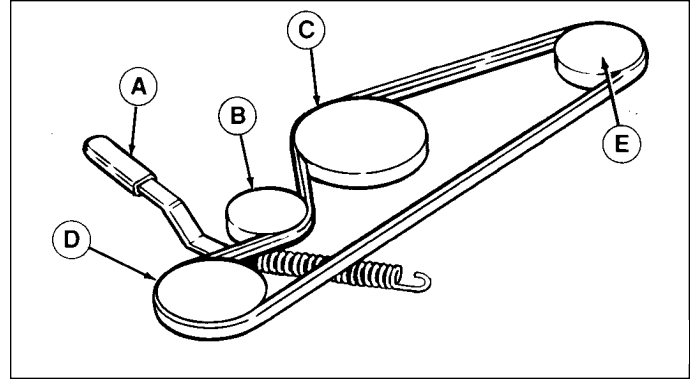

Abb. 31. Riemenführung - 76 cm (30") Mähwerk
Siehe Abb. 31.
3. Die drei Kopfschrauben (D, Abb. 31) ausbauen, mit denen die linke Wellenabdeckung befestigt ist.